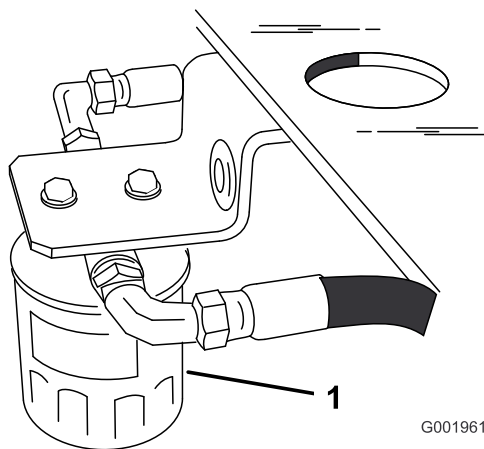

Figura 47
4. Localice el filtro debajo del depósito de combustible, y coloque un recipiente debajo del filtro (Figura 47).
5. Retire el filtro usado y limpie con un paño la superficie de la junta del adaptador del filtro (Figura 47).